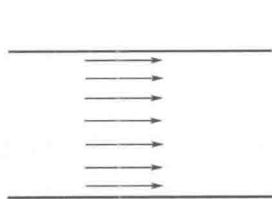
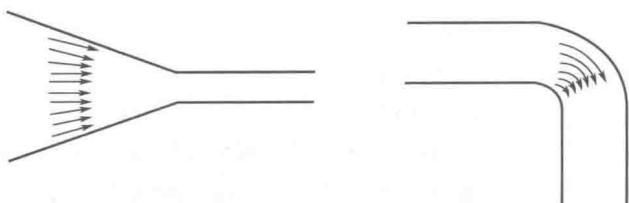

图 1-5 均匀流段
图 1-6 非均匀流段
伯努利方程取截面应注意几点：①所选取的考察面在均匀流段（如图 1-5 所示）、垂直于流向，且只有一个未知数；②位能基准面选取管中心或容器液面 ($z=0$)；③大容器液面处 $u^2/2$ 可以忽略。非均匀流段见图 1-6。